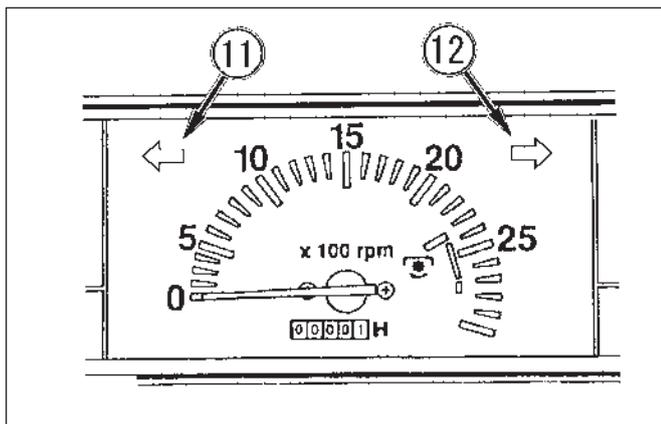

FIG. 4-13
**FIG. 4-13:** Les témoins de clignotant 11 et 12, s'allument en même temps que les clignotants montés sur les ailes. Le conducteur voit ainsi facilement la sélection des clignotants.